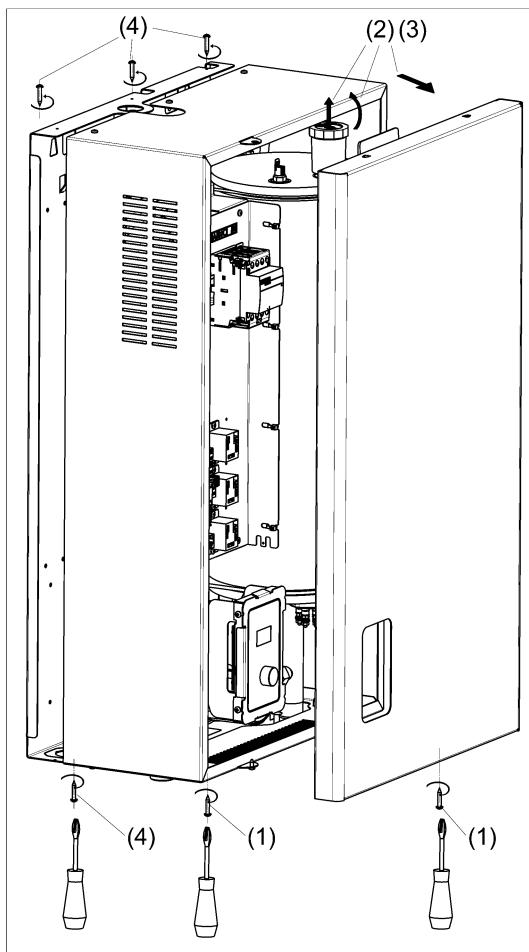

Рисунок 5. Снятие лицевой панели и кожуха
(1) Проверьте прочность стены (вертикального основания) на которую планируется установка прибора. При необходимости выполните усиление стены. Выполните разметку отверстий в стене под крепление прибора, размеры для крепления приведены в **Приложении А**.
(2) Просверлите отверстия в основании, на которые планируется крепить прибор.
(3) Снимите кожух прибора (см. рис. 5).
(4) Выполните установку и фиксацию прибора на вертикальное основание.
(5) Выполните электрическое подключение прибора к сети и электромонтаж других компонентов (3-ходовой клапан ГВС, датчики температуры и т.п) согласно требованиям раздела 6.
(6) Установите кожух прибора.
- (1) Выверните два самореза с нижнего торца панели (см. рис. 5).
- (2) Выдвиньте лицевую панель на себя и слегка приподнимите.
- (3) Уберите панель в сторону в безопасное место.
- (4) Выверните саморезы с нижнего и верхнего торца кожуха прибора.
- (5) Снимите кожух.